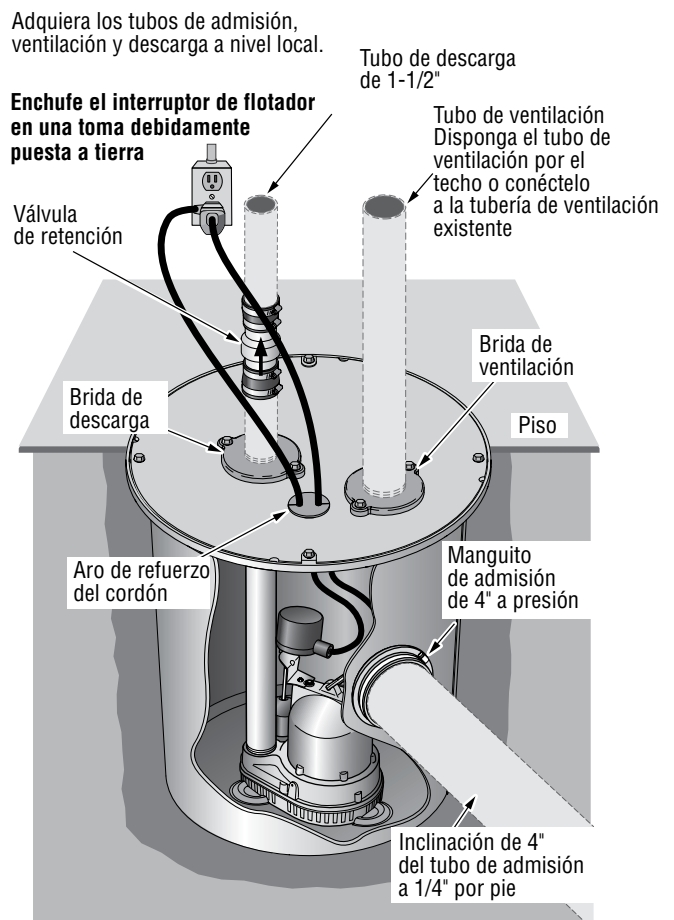

Figura 1: Instalación típica
Instrucciones de instalación. Ver la Figura 1.
- Perfore un orificio para el compartimiento de recogida y la base inferior. El orificio debe ser lo suficientemente profundo como para que la parte superior del compartimiento de recogida quede al ras con el piso terminado. Consulte la Figura 1.
- Instale la válvula de retención de 1-1/2" (provista) en la tubería de descarga. Consulte la Figura 1. Verifique que la flecha indicadora de flujo apunte en la dirección contraria de la bomba. Esta válvula de retención impedirá que el agua corra nuevamente hacia el compartimiento cuando la bomba no esté en marcha.